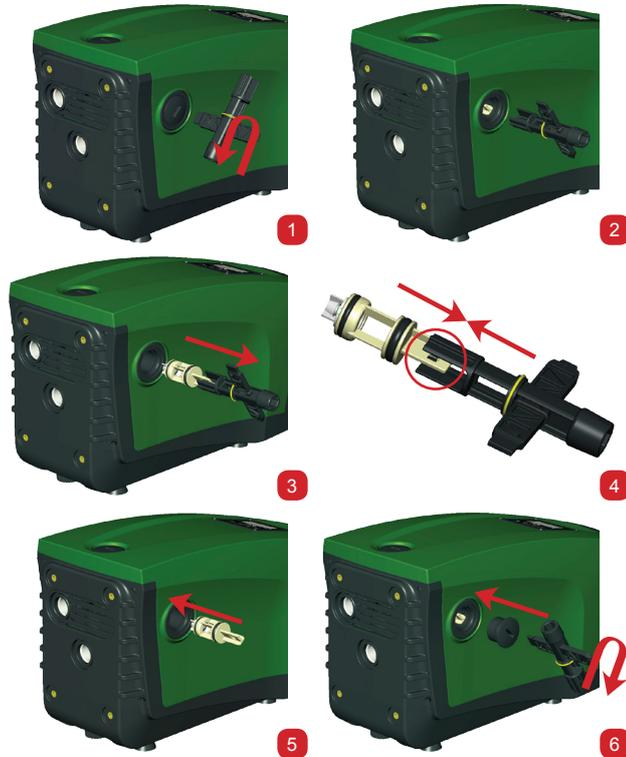

Abbildung 29
- 1- Zugangsdeckel am Ventil entnehmen (Abb.29)
- 2- Kreuzschlüssel am Ende „F“ (Abschn. 10.1) so einstecken, dass die gelochte Zunge mit den Schnappnägeln eingehakt wird (Abb.29)
- 3- entnehmen ohne zu drehen; der Vorgang kann eine gewisse Kraft verlangen Es wird eine Kartusche entnommen, die ebenfalls das zu wartende Ventil enthält. Die Kartusche bleibt auf dem Schlüssel (Abb.29)
- 4 - Die Kartusche vom Schlüssel nehmen: Durch gegenseitiges Drücken werden die Nägel freigegeben und die Kartusche kann seitlich herausgezogen werden (Abb.29)
- 6- Die komplette Kartusche erneut in ihre Aufnahmestelle legen: Der Vorgang verlangt die notwendige Kraft für das Zusammendrücken der beiden O-Ring-Dichtungen Eventuell das Ende „D“ des Kreuzschlüssels als Drücker zur Hilfe nehmen. Nicht das Ende „F“ benutzen, da die Nägel ansonsten erneut in der Zunge der Kartusche einrasten, ohne gelöst werden zu können (Abb.29).
durch die Verschraubung des Deckels (Abb.29).
- 1- Den Zugangsdeckel an der Motorwelle wie in Abb.29 dargestellt entfernen